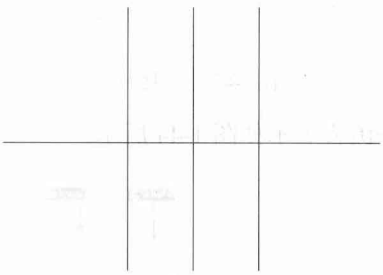

图1-46 绘制辅助线
(2) 在命令提示行输入 Xl 命令（构造线  命令 Xline 的简写形式）并回车，绘制一条水平辅助线和 3 条垂直辅助线（间距为 15mm），如图 1-46 所示，相关命令提示如下。